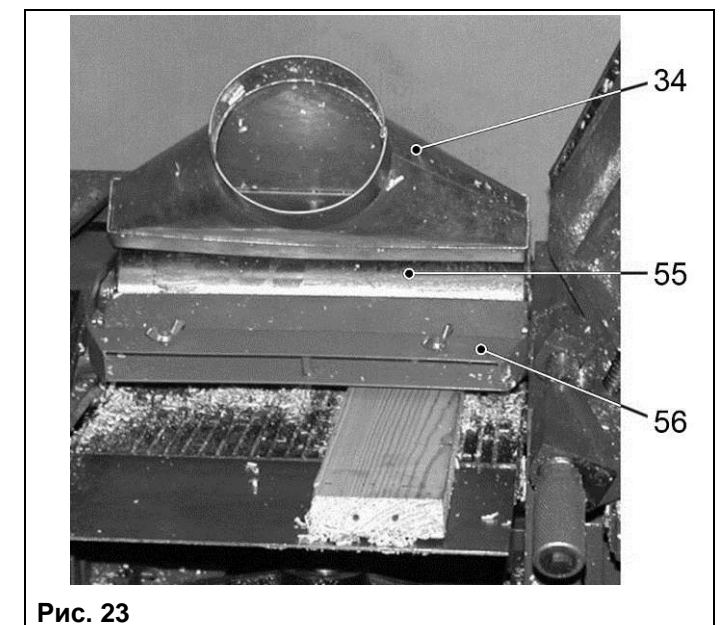

Рис. 23
- ручку включения/выключения автоматической подачи заготовки (22) перевести в положение включения подачи, Рис. 23;
- ослабить фиксацию ручкой (58). Маховиком регулировки подъёма рабочего стола рейсмуса (23) установить необходимое положение рабочего стола рейсмуса (21). Зафиксировать положение ручки (58), Рис. 23;
- для удаления древесной стружки и пыли из рабочей зоны соединить патрубок пылесборника (34) с пылесосом для сбора стружки и древесной пыли (см. раздел 11). Ваш станок был собран и полностью отрегулирован на заводе-изготовителе. Во время транспортировки регулировки могут нарушиться, поэтому перед началом эксплуатации регулировки необходимо проверить еще раз.